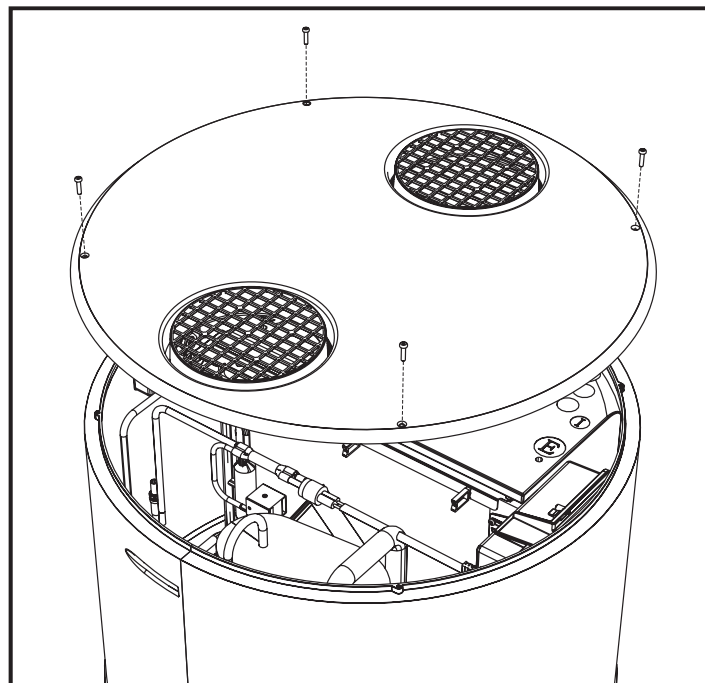

fig. 45- Desmontaje de la tapa superior
- Quitar la tapa superior desenroscando los tornillos de bloqueo (fig. 45).